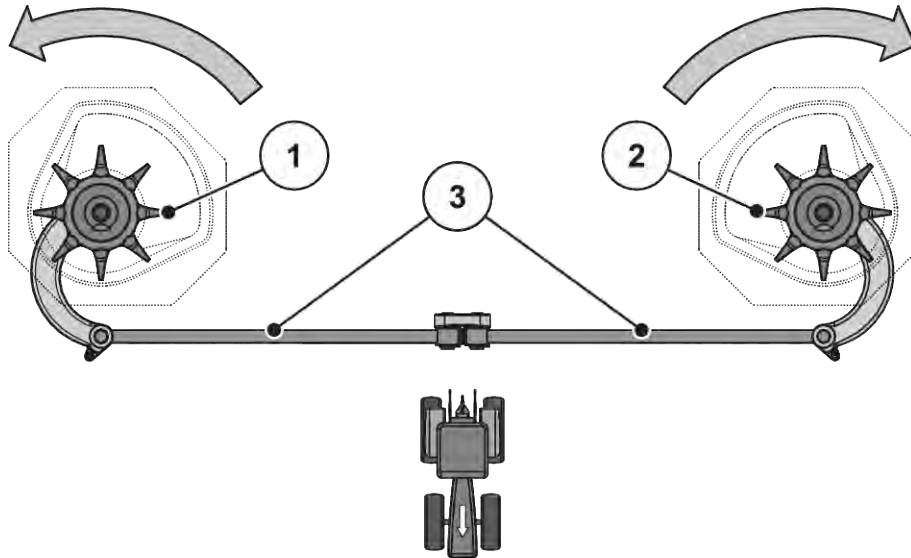

図 54: アジテータードライブの点検
- ▶ アジテーターターレットを手で散布ディスクの回転方向に回します。参照: 図 54 アジテータードライブの点検。
- ▶ アジテーターターレットをオイルフィルターバンドを使うか、手で散布ディスクの回転方向と反対の方向に回します。参照: 図 54 アジテータードライブの点検